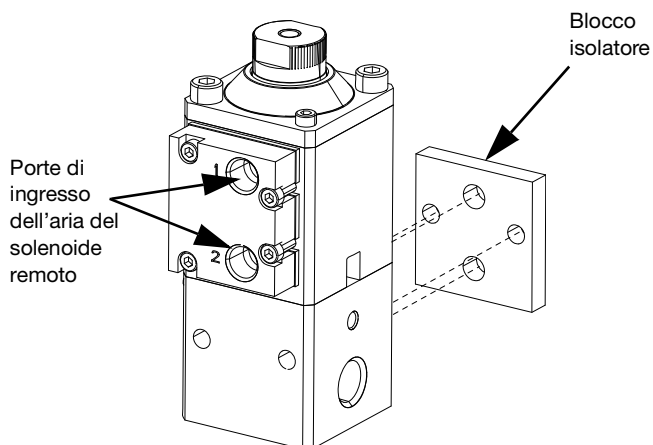

FIG. 7
- b. Per le valvole con un solenoide montato in remoto (J), vedere la tabella riportata sotto. Vedere FIG. 7.